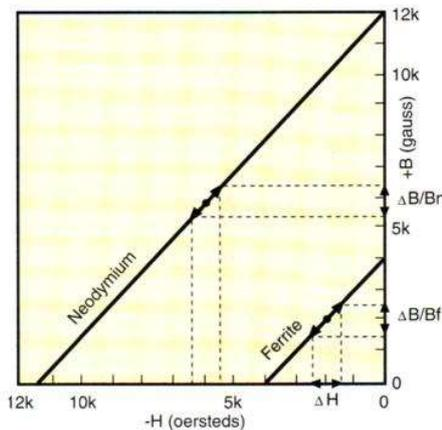

Figure 4 : Variations $(\Delta B/B_n)$ et $(\Delta B/B_f)$ de l'aimantation générée par un même courant dans la bobine mobile.
- qu'en outre les aimants au néodyme -alliage néodyme, fer et bore- sont moins sensibles à la modulation du flux magnétique que les aimants de type ferrite ce qui permet de faire abstraction de l'anneau de court-circuit du procédé SFG (Symmetrical Field Geometry) spécifique à JBL. En effet, si nous nous reportons à la courbe BH (deuxième quadrant) représentée figure 4 qui concerne d'une part un alliage au néodyme et d'autre part une ferrite, nous constatons que pour le néodyme le point de fonctionnement, en ordonnée sur l'échelle des inductions magnétiques (B), est bien plus haut que celui d'une ferrite ; ce qui se concrétise par le fait qu'un changement dans l'aimantation généré par le signal dans la bobine conduit à une variation relative de l'induction ($\Delta B/B_n$) de faible valeur ; au contraire, cette variation pour une ferrite, en l'occurrence ($\Delta B/B_f$) est bien plus importante, de l'ordre d'un facteur 3 par rapport à la précédente, soit un avantage de l'ordre de 10 dB pour l'aimant au néodyme par rapport à l'aimant ferrite.